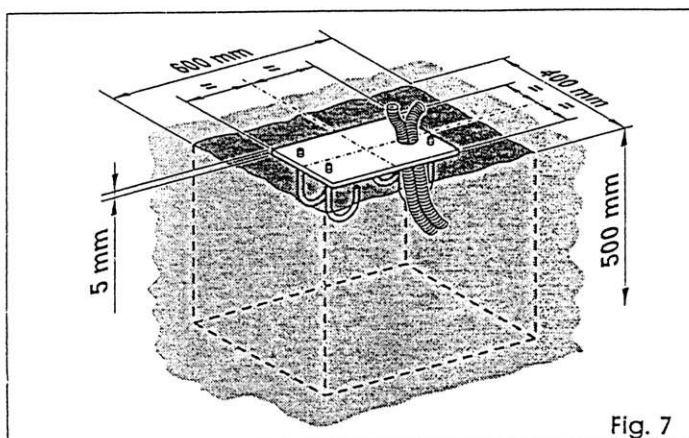

Fig. 7
- 2) wykonać wylewkę cementową jak na rys. 7